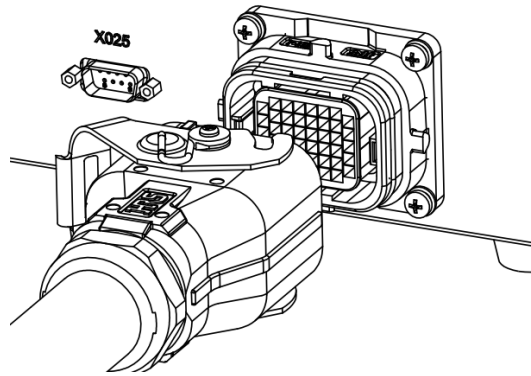

图 5-7 控制柜重载连接器接口
- 步骤2. 连接控制柜，将重载线一端插头插进控制柜重载线接口（见图 5-7），并扣紧锁扣。